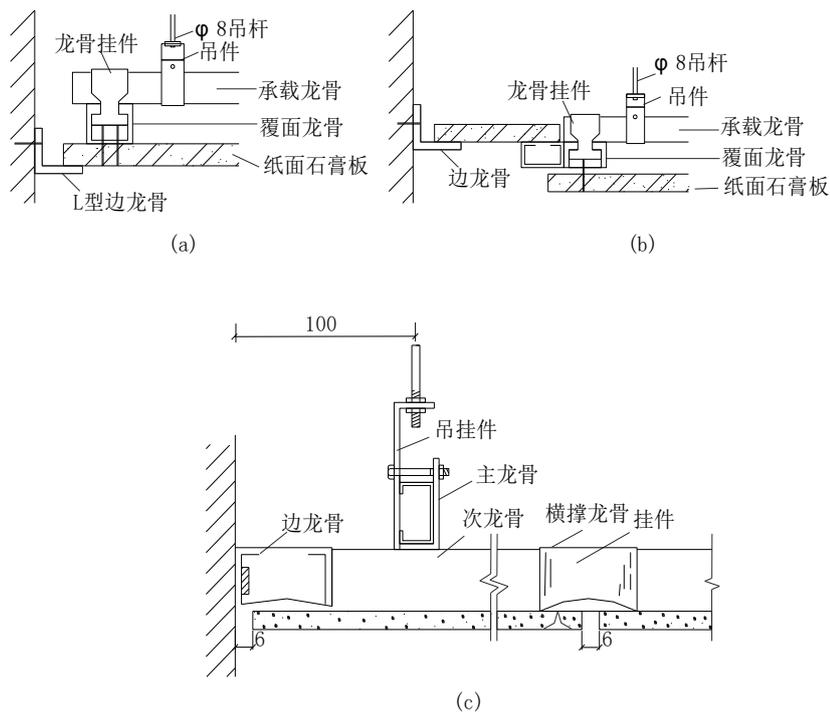

图 3.2.6 吊顶的边部节点构造
(1) 吊顶的边部节点构造：轻钢龙骨纸面石膏板吊顶与墙、柱立面结合部位，一般处理方法归纳为三类：一是平接式；二是留槽式；三是间隙式。吊顶的边部节点构造见图 3.2.6